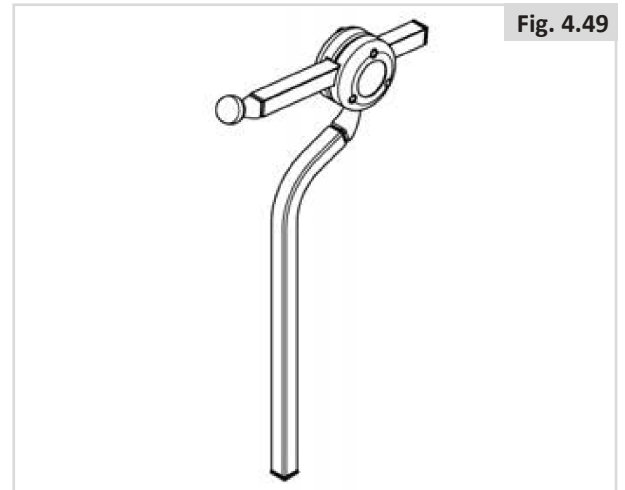

Fig. 4.49
**Hauteur de l'appui-tête (Fig. 4.49)**
1. Desserrez (A) de quelques tours.
2. Réglez (B) à la position désirée.
3. Resserrez (A).